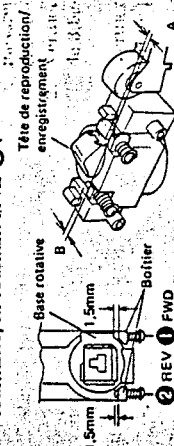

Fig. 12-2 Réglage préliminaire d'azimut
2. Au moyen d'un tournevis, comme il est indiqué Fig. 12-2 régler l'intervalle A à 1,5mm. entre le logement et la base tournante, en tournant la vis 1.